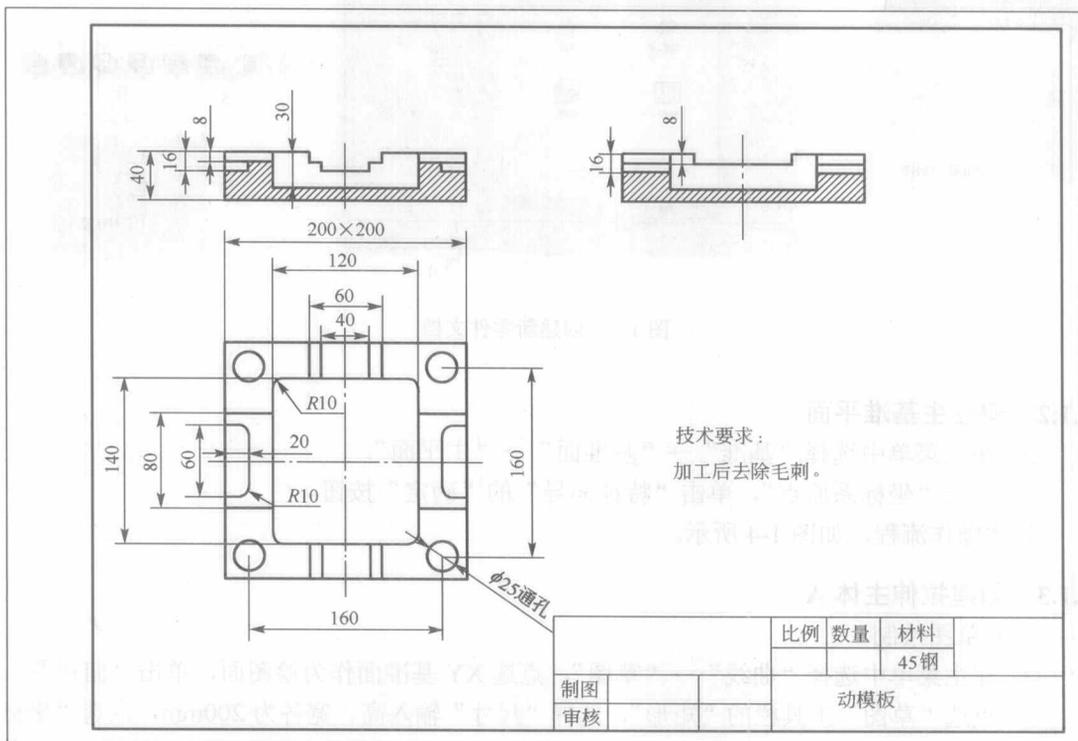
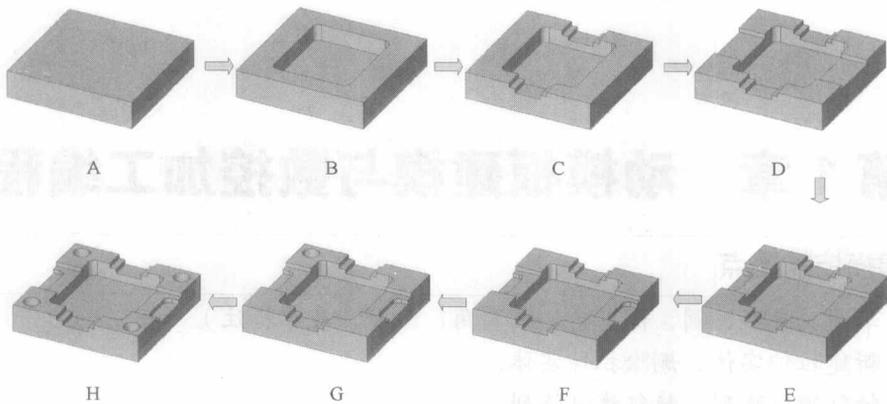

图 1-1 动模板工程图
图 1-2 建模流程
动模板如图 1-1 所示, 动模板的造型使用实体造型方法, 其造型过程如图 1-2 所示。
(1) 草图绘制
① 在主菜单中选择“曲线”→“草图”，点选 XY 基准面作为绘图面，单击“俯视图”。
② 点选“草图”工具栏的“矩形”，选择“尺寸”输入高、宽各为 200mm，点选“坐标系原点”。
③ 点选“标注”命令标注尺寸，尺寸大小参考图 1-1 所示尺寸。
- ① 点选草图菜单栏的“标注”命令，参考图 1-1 所示尺寸标注出草图。
- ② 点选草图菜单栏的“退出”命令。